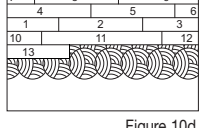

Figure 10d
- S'assurer de ne pas étaler d'adhésif trop loin de la zone de travail (Figure 10d).